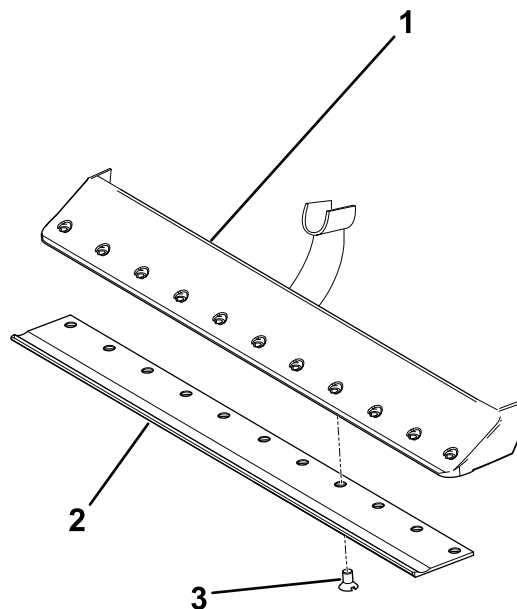

Bild 18
4. Tragen Sie Gewindesicherungslack auf die Schrauben auf und befestigen Sie das Untermesser wie folgt (**Bild 18**):